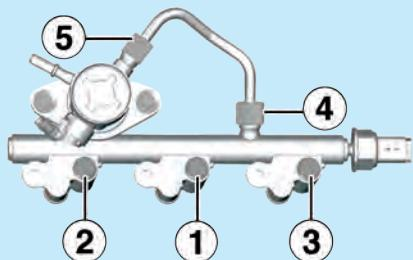

Fig.10
- Respecter l'ordre de serrage de la rampe d'injection et de la canalisation haute pression (Fig.10).